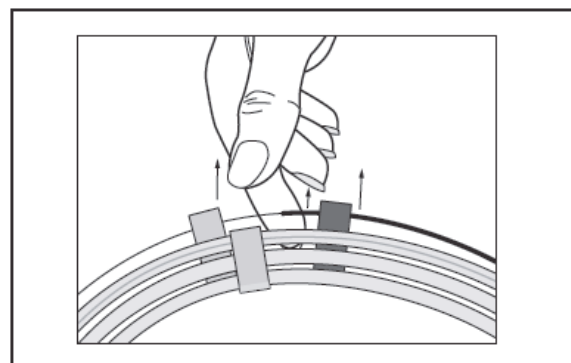

図 3: ワイヤ固定具とシース固定具の間からデリバリーワイヤとシースを慎重に外す
- 8) デリバリーワイヤとイントロドューサシースを一緒につかみ、ワイヤ固定具 (白色) とシース固定具 (オレンジ色) から、デリバリーワイヤがねじれないように慎重に外す (図 3 参照)。